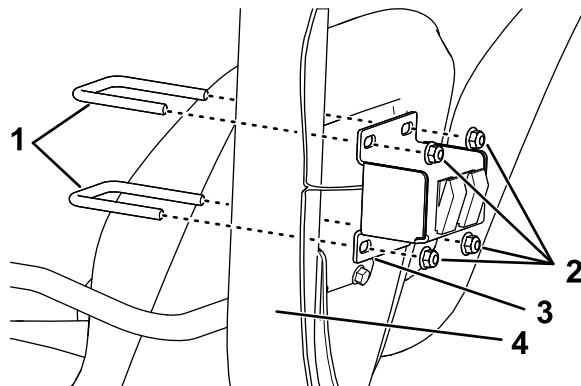

图 9
2. 对于 Multi Pro 5800 机器应如图 9 所示使用 2 个 U 形螺栓  $\frac{3}{8} \times 2-15/16 \times 3-1/16$  英寸和 4 个凸缘锁紧螺母  $\frac{3}{8}$  英寸将开关支架安装到 ROPS 组件的后侧。